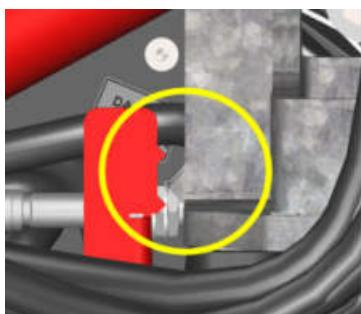

Abbildung 4.9 Ölstand des Windenzylinders
- Kontrollieren Sie den Ölstand des Windenzylinders. Die Punkte auf der Platte müssen sich zwischen den Punkten auf dem Baum im gelben Kreis befinden (siehe Abbildung 4.9). Wenden Sie sich an Ihren Händler oder an Hoeflon International B.V., wenn sich der Füllstand aufgrund falscher Hubkapazität außerhalb des Niveaus liegt.